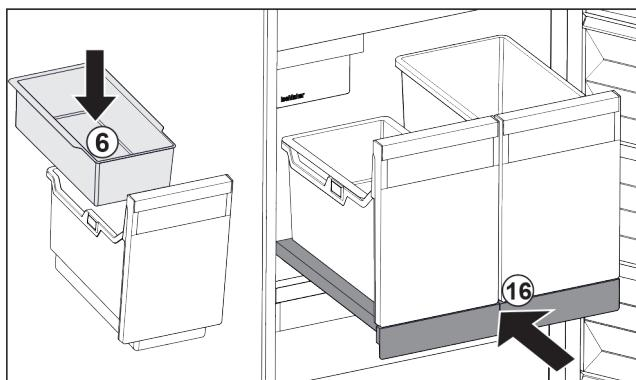

Fig. 106
- ▶ Поставете окачващата се поставка Fig. 106 (6) за ледени кубчета.
- ▶ Вкарайте изтеглящата се дъска със съдовете (IceTower). Fig. 106 (16)